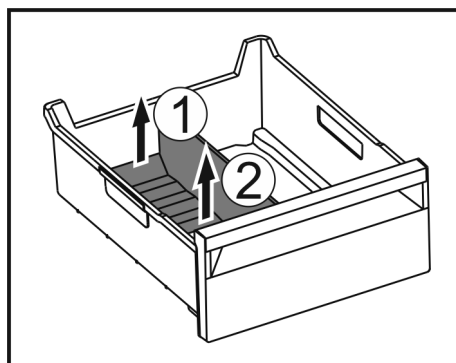

Fig. 74
- Повдигнете задната част на разделителя на отделението за лед. Fig. 74 (1)
- Извадете разделителя на отделението за лед нагоре. Fig. 74 (2)